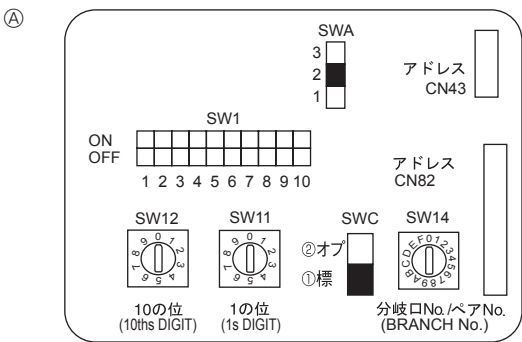

Fig. 6-4
6.5. De aansluitadressen instellen (Fig. 6-4)
- ① Hoe u de aansluitadressen instelt
- ② Hoe u de nummers van de aftakkingen instelt bij SW14 (alleen voor de R2-lijn)
④ Adresbord
6.6. Schakelaar voor verschillende plafondhoogten (Fig.6-4)
6.7. De kamertemperatuur oppikken met de ingebouwde sensor in een afstandsbediening (Fig.6-4)